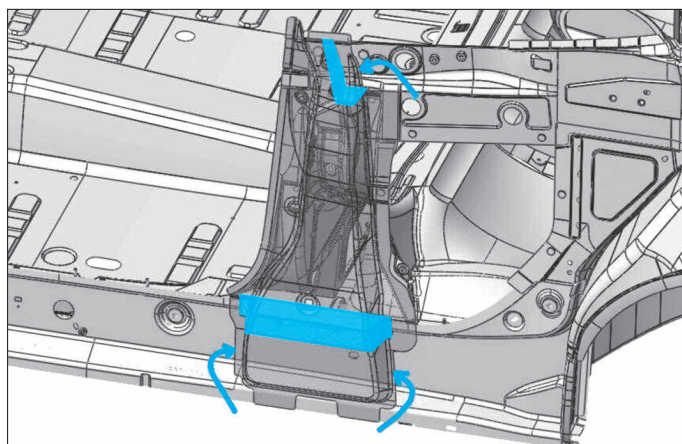

FIG. 80
- Injecter de la mousse polyuréthane pour corps creux sur les supports insert (Fig.80).